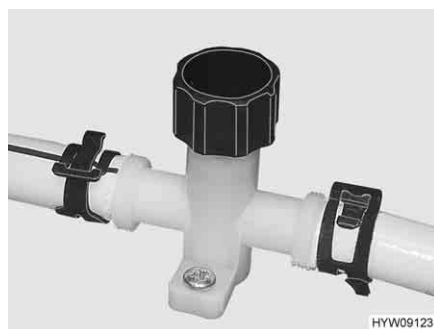
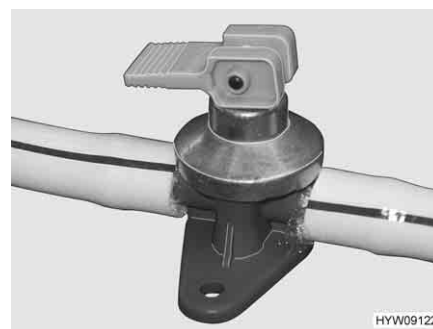

Fig. 134 Rubinetto di scarico (tubatura dell'acqua)
Fig. 135 Rubinetto di scarico (boiler Alde)
- Chiudere i rubinetti di scarico. Ruotare i coperchi (Fig. 134) in senso orario e posizionare la leva a bilanciere (Fig. 135) in posizione orizzontale.
- Aprire i rubinetti di scarico. A questo scopo, ruotare il coperchio (Fig. 134) in senso antiorario e posizionare verticalmente la leva a bilanciere (Fig. 135).